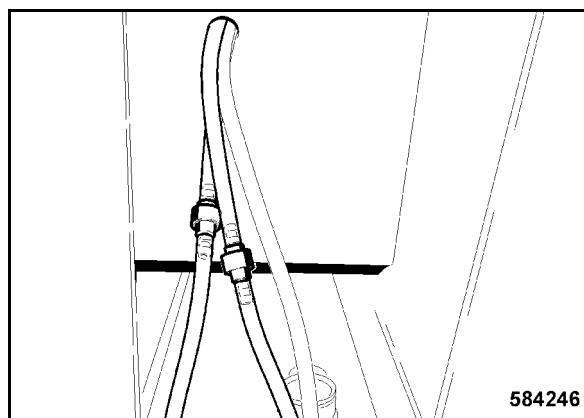

Fig. 219
- Encajar las mangueras para la alimentación del agua de lavado para el cristal frontal y trasero 1 (Fig. 219).